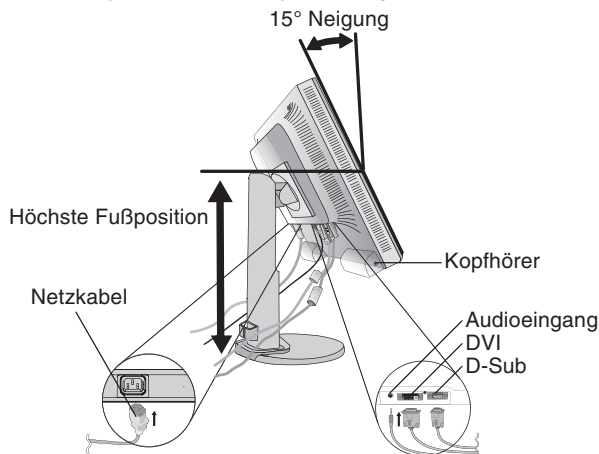

Abbildung B.1
3. Fassen Sie den LCD-Bildschirm auf beiden Seiten an, neigen Sie ihn in einem Winkel von 15 Grad und heben Sie ihn in die höchste Position (**Abbildung B.1**).
4. Verbinden Sie alle Kabel mit den entsprechenden Anschlüssen auf der Rückseite des Monitors (**Abbildung B.1**).